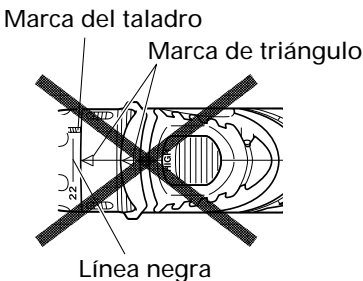

Fig. 25
- (1) Cuando utilice esta unidad como destornillador, alinee uno de los números "1, 4, 7 ... 22" de la tapa, o el punto negro, con la marca de triángulo de la tapa exterior.
- (2) Cuando utilice esta unidad como taladro, alinee la marca de taladro "▲" de la tapa con la marca de triángulo del cuerpo exterior.
- No utilice la unidad con el número de la tapa en "22" y la línea negra en el medio de la marca de taladro. Si lo hiciese, se podrían producir daños. (Consulte la Fig. 25)